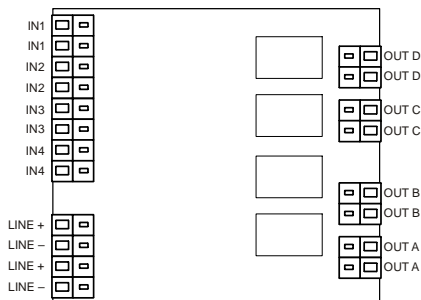

Fig. 8
1. Connect the cables to the terminals (Fig. 8).
- Schließen Sie die Kabel an den Klemmen an (Fig. 8).